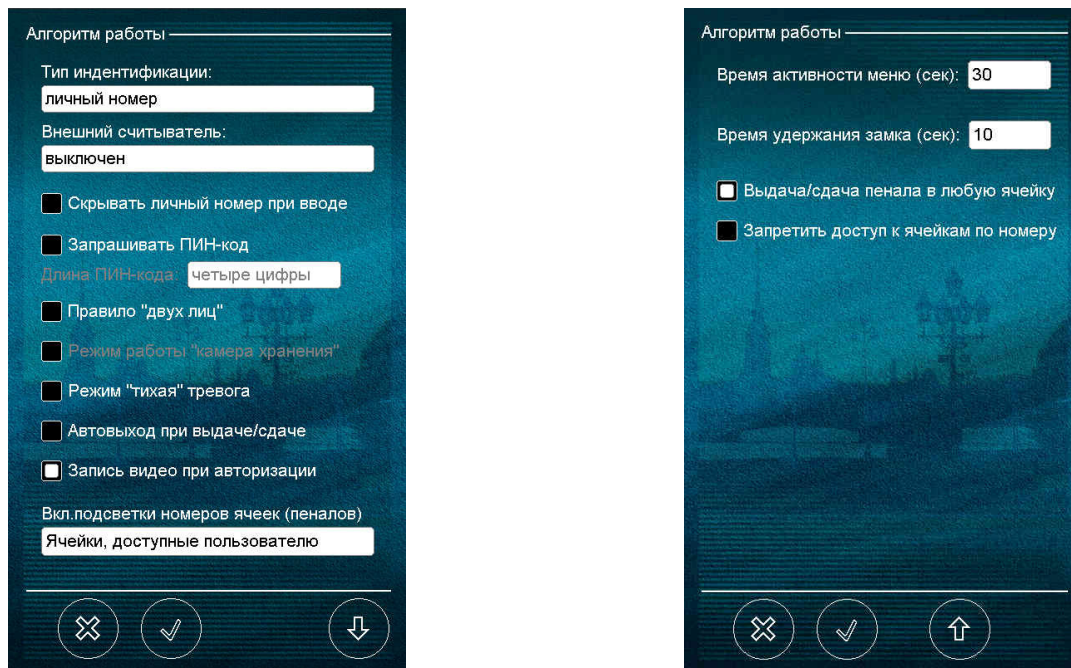

Рис. 7.20 Экранная форма «Алгоритм работы». Первая и вторая страницы.
Вид экранной формы представлен на Рис. 7.20. При заполнении экранной формы следует задать опции и параметры, обуславливающие свойства алгоритма работы изделия. Доступность настроек некоторых параметров и опций зависит от конфигурации изделия. Ниже описаны возможные настройки.
- Опция «Скрывать личный номер при вводе» (см. Рис. 7.20). При выборе данной опции вместо вводимых цифр личного номера будут отображаться символы «*».
- Опция «запрашивать ПИН-код» (см. Рис. 7.20). При выборе данной опции будет реализована возможность использовать PIN-код в качестве дополнительного идентификатора личности. Для настройки этой опции следует в ставшем активным окне «длина ПИН-кода» выбрать длину кода (4 или 6 знаков (цифр)).
- Опция «Правило «двух лиц» (см. Рис. 7.20). Если установлена данная опция, то для разрешения доступа пользователя к ячейкам изделия будет запрашиваться идентификация второго лица. Вторым лицом могут быть привилегированные пользователи - администратор или дежурный. Данная опция активна в случае идентификации «по карте» или «по личному номеру».
- Режим работы «камера хранения» (см. Рис. 7.20) - данная опция будет доступна только в случае, если в изделии использованы секции для хранения предметов (СХП) и применяется любой способ идентификации пользователя кроме сканирования отпечатка пальца.
- Опция «Тихая тревога» (см. Рис. 7.20) позволяет отключить звуковое оповещение (сирену) при возникновении тревожной ситуации. В этом случае сообщение о неправомерных действиях отображается в программе обслуживания «С-Монитор» (требуется соответствующая настройка ПО «С-Монитор») или в СКД.
- Выбор опции «Автовыход при выдаче/сдаче» (см. Рис. 7.20) приводит к автоматическому выходу из меню сотрудника сразу после завершения операции выдачи/сдачи пенала или после закрытия дверцы ячейки (в СХП). Сотрудник, имеющий доступ к нескольким ячейкам, может блокировать действие этой опции для удобства доступа к нескольким ячейкам за время активности меню. Для блокировки
- Параметр «Время активности меню» (см. Рис. 7.20) определяет, как долго на экране будет оставаться открытой текущая экранная форма при отсутствии обращения к ней.
- «Время удержания замка» (см. Рис. 7.20) - время, в течение которого ячейка остаётся разблокированной, ожидая изъятия или сдачи пенала/предмета.
- Выбор алгоритма «Выдача/сдача пенала в любую ячейку» (см. Рис. 7.20) переводит изделие в режим, когда пенал/брелок можно сдавать в любую свободную ячейку. Подробнее этот алгоритм описан в п. 7.3.
- Опция «Запретить доступ к ячейкам по номеру» (см. Рис. 7.20) доступна при выбранном алгоритме «Выдача/сдача пенала в любую ячейку». Выбор этой опции запрещает использование комбинированного режима, при котором часть пеналов/брелоков зарегистрирована в определённых ячейках, а другая часть может быть сдана в любые свободные ячейки (см. п. 7.3.2).